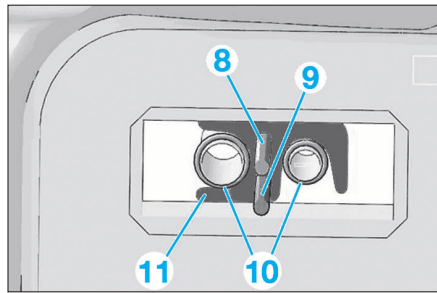

FIG. 36
- Poser la tige filetée (8) (Fig.36).
- Poser la tige filetée (9) (Fig.36).
- Déposer le détendeur (7) (Fig.35) et les joints toriques (10) (Fig.36).